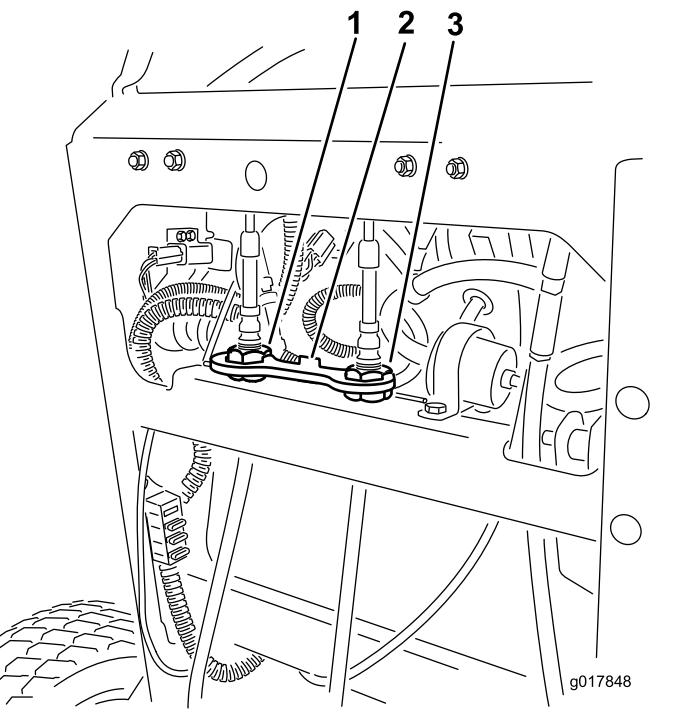

Figura 70
6. Instale la pletina de bloqueo sobre las tuercas de ajuste de los cables para afianzar el ajuste (Figura 70).